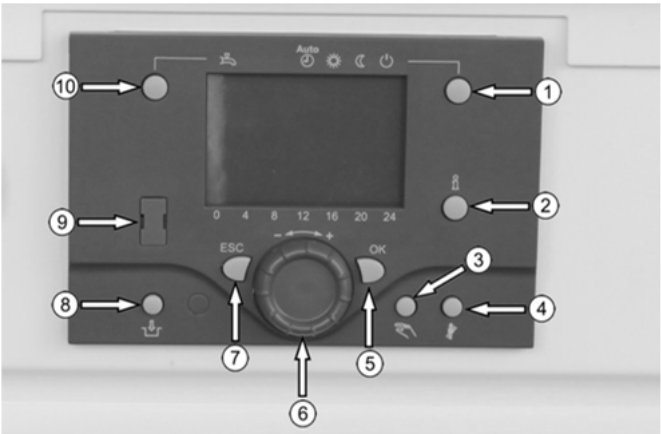

Abb. 27: Bedieneinheit
Legende zu Abb. 27:
Die Betriebsarten werden durch Betätigen der Taste Heizbetrieb ① (s. Abb. 27, Seite 32) ausgewählt. Hierfür die Taste ① so oft drücken, bis die gewünschte Betriebsart im Display mit einem Balken unter dem entsprechenden Symbol angezeigt wird.